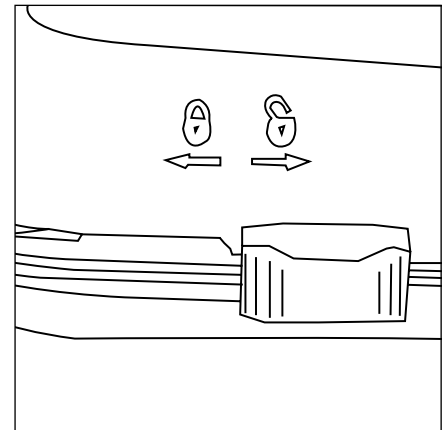

Figura 6
2. Smontare la camera dell'umidificatore: posizionare ciascuna chiusura a scorrimento (**Figura 6**) in posizione "sbloccata" (🔓) e staccare il coperchio della camera dalla base.
2. Montare il coperchio della camera sulla base assicurandosi, per prima cosa, che ciascuna chiusura a scorrimento sia in posizione "sbloccata" (🔓) (**Figura 6**).